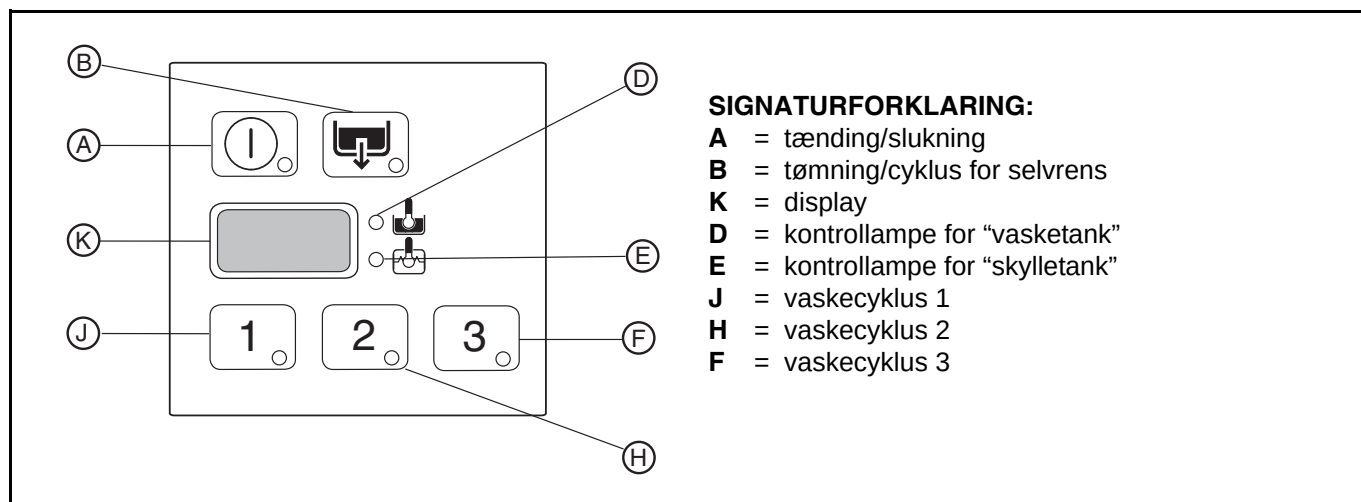

Fig. 17
Herefter tændes kontrollampen for knappen "A" (Fig. 17). Kontrollampen angiver, at der er sluttet strøm til opvaskemaskinen samt at den er ved at tage vand ind og opvarme det. Teksten "FILL" vises på displayet i
hæv hættten og trykke på knappen "J" (Fig. 17).
Til let snavset service: Tryk på knappen "J" (Fig. 17) (se tabellen over tidsrum).
Til normalt snavset service: Tryk på knappen "H" (Fig. 17) (se tabellen over tidsrum).
Til meget snavset service: Tryk på knappen "F" (Fig. 17) (se tabellen over tidsrum).
- Vælg cyklussen for tømning ved at trykke på knappen "B" (Fig. 17).
- Sluk opvaskemaskinen ved at trykke på knappen "A" (Fig. 17).